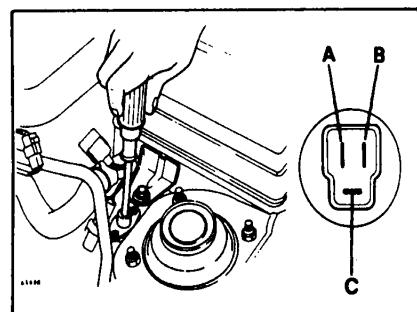

Рис. 4 Регулировка уровня выброса CO
- Поверните переменное сопротивление (рис. 4) по часовой стрелке до уменьшения частоты вращения ниже 750 об/мин.